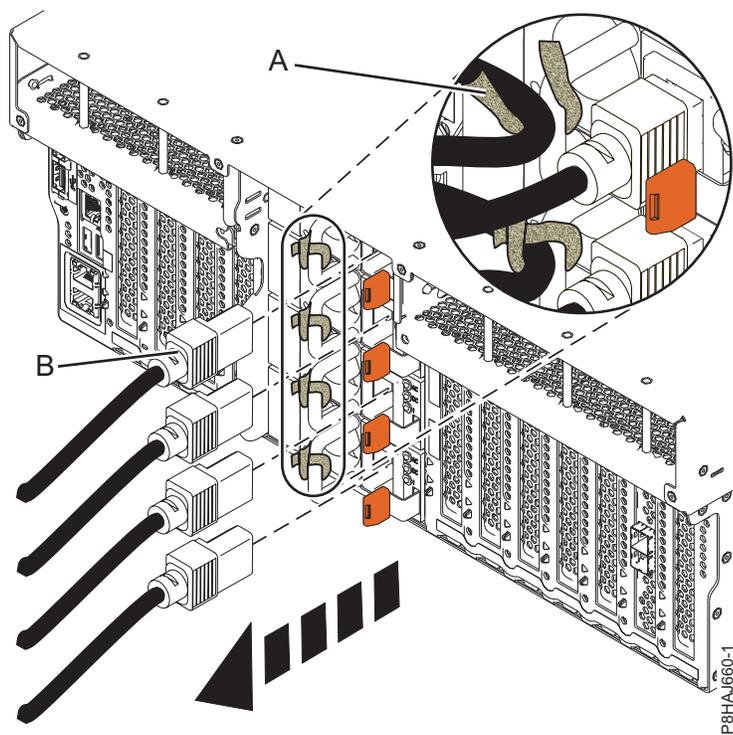
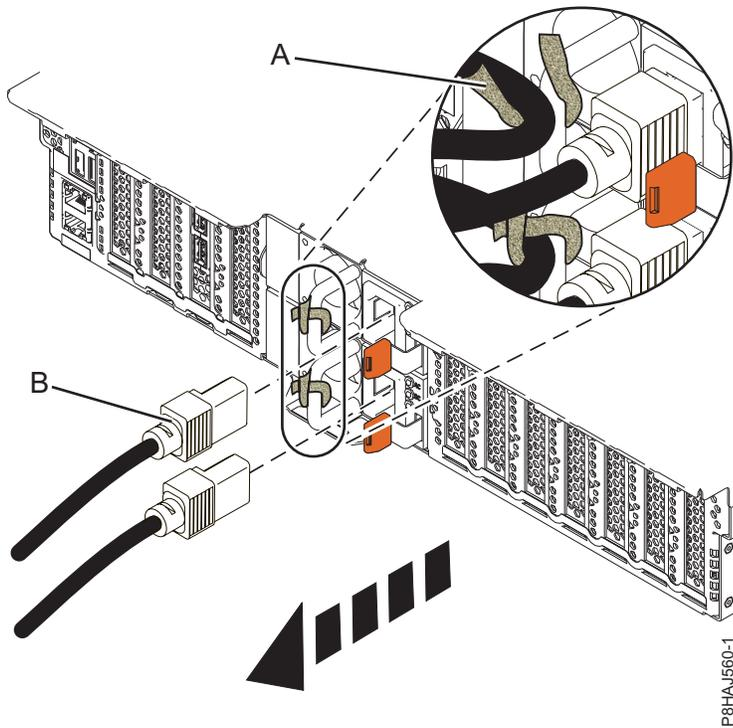
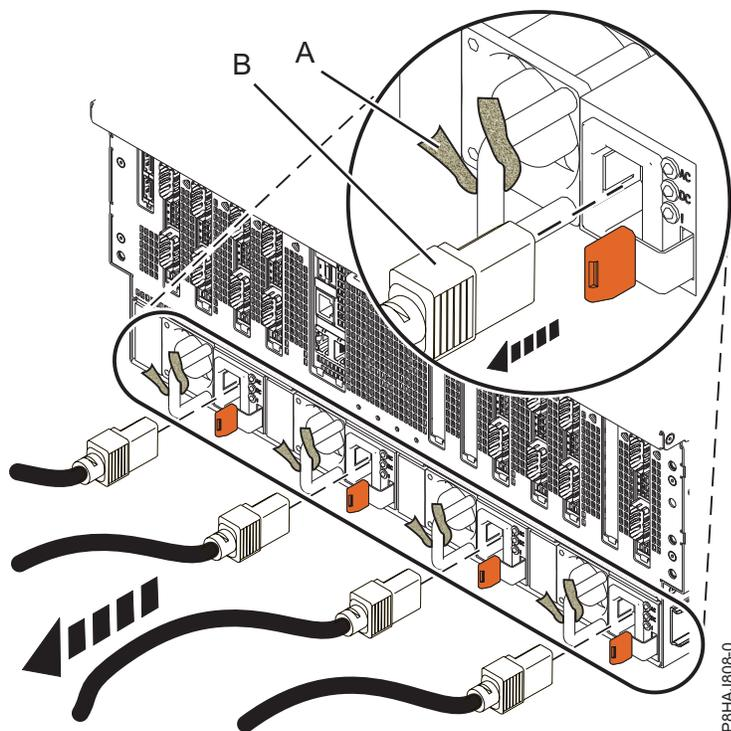

Figura 41. Removendo os cabos de energia de um sistema 8247-42L, 8286-41A ou 8286-42A
Figura 42. Removendo os cabos de energia de um sistema 5148-21L, 5148-22L, 8247-21L, 8247-22L, 8284-21A ou 8284-22A
Figura 43. Removendo os cabos de energia de um sistema 8408-44E ou 8408-E8E
- Desconecte os cabos de energia **(B)** da unidade de sistema. Consulte Figura 41 na página 52, Figura 42 na página 52, Figura 43 na página 53 ou dependendo do tipo do seu sistema.